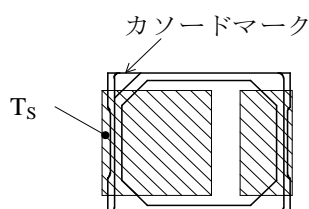

図1  $T_s$  測定位置
(2) はんだ付け位置の温度  $T_s$  はカソード側のランドパターンで規定 (図1 参照)